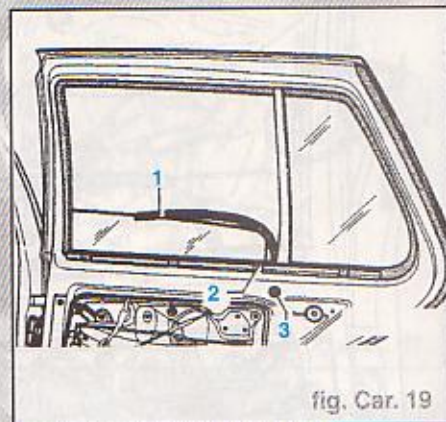

fig. Car. 19
- Extraire le joint (1) du montant central de glace jusqu'à l'étanchement de pertuis de glace (2) (fig. Car. 19).